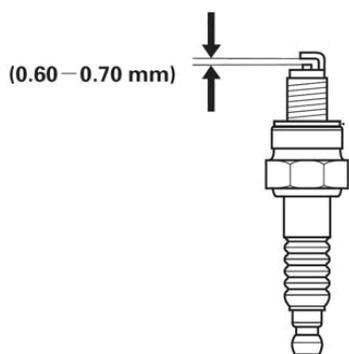

Fig.24
7. Vérifiez l'écartement des bougies. L'écartement acceptable doit être compris entre 0,6 et 0,7 mm. (Fig.24)